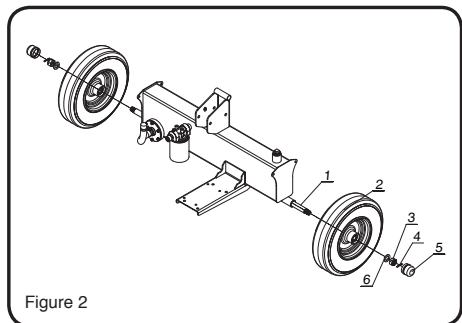

Figure 2
2. Une fois la goupille installée, pliez les deux extrémités de la goupille pour empêcher sa perte. Tournez la roue et observez pour un mouvement continu et libre. (Voir fig. 2)